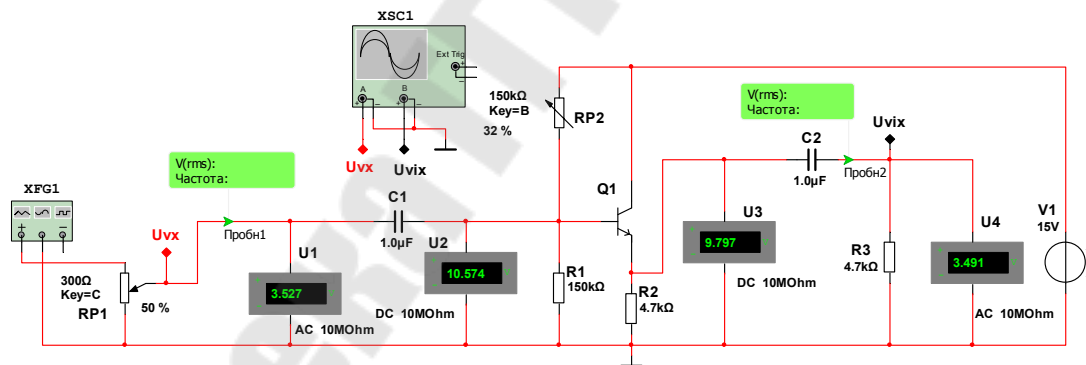

Рис. 2.2. Эмиттерный повторитель на биполярном транзисторе
4. Собрать схему эмиттерного повторителя, включив биполярный транзистор по схеме, приведенной на рис. 2.2.
На рис. 2.2 обозначено: V1 – источник постоянного напряжения; RP1 – потенциометр для регулировки входного напряжения; Q1 – биполярный транзистор; R1, RP2 – делитель напряжения, задающий режим по постоянному току; R2 – нагрузочное сопротивление в цепи эмиттера; R3 – сопротивление нагрузки; C1, C2 – разделительные конденсаторы; U1, U4 – вольтметры переменного тока; U2, U3 – вольтметры постоянного тока; XFG1 – функциональный генератор; XSC1 – двухканальный осциллограф.